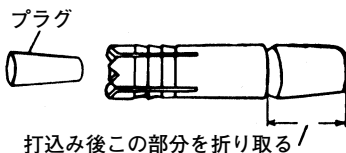

図 10
- (1) 自穿孔アンカー（図 10）をアンカーアダプタに取付けます。